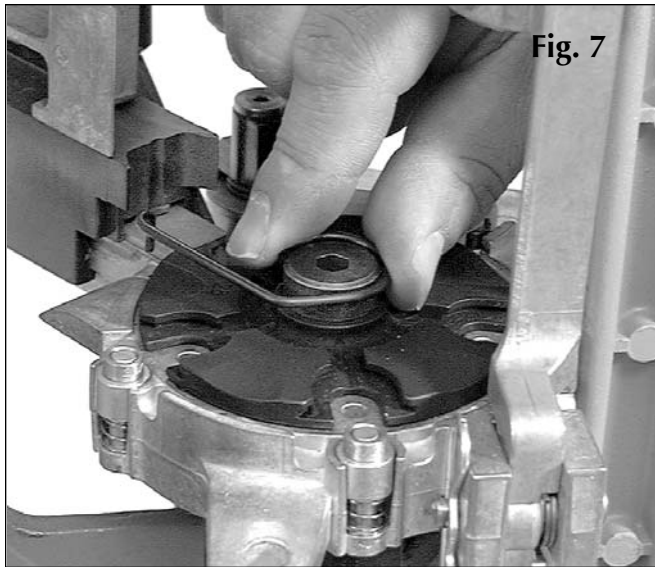

Fig. 7
14. Reinstall the ejector wire (#16676). **Fig. 7**